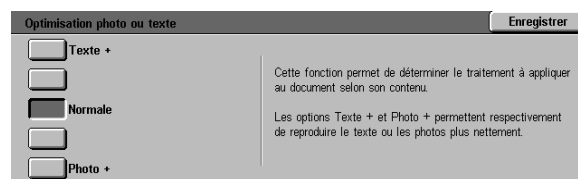

Figure 49 : Paramètres Optimisation texte ou photos
- Pour le paramètre Optimisation texte ou photos, appuyez sur la touche correspondant à l'option voulue (voir la figure 49).